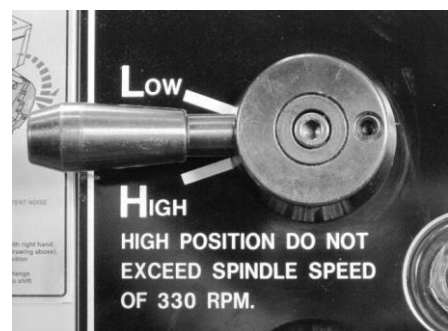

Рис. 24. Рукоятка переключения диапазонов
3. Переместите рукоятку переключения коробки скоростей (Рис. 24) в низкоскоростной режим.